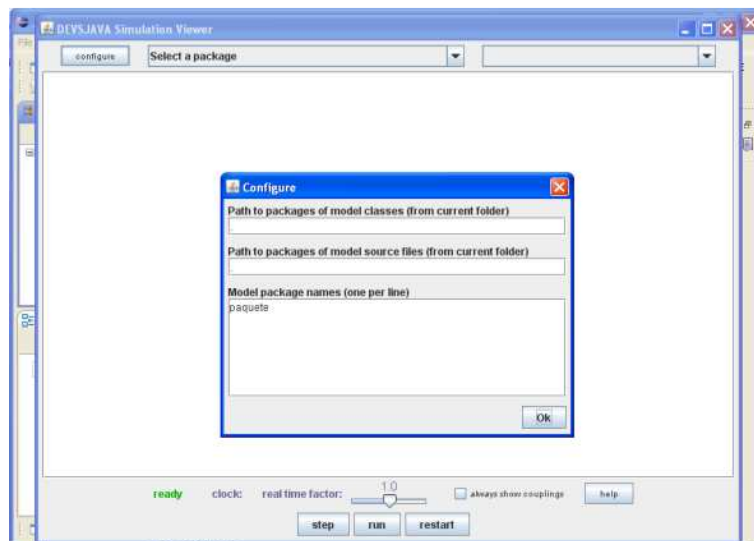

Figura 2.5 Instalación de DEVSJAVA y creación de un Proyecto. Paso 11.
11. Ejecutar *SimView* pulsando el botón *Run*. En la ventana pulsar *configure*. En *Model packages names* poner, en una línea nueva, el nombre del paquete que queremos visualizar y pulsar *Ok*. En *Select a package* seleccionar el paquete, y en *Select a model* el modelo que queremos visualizar. Ver Figura 2.5.